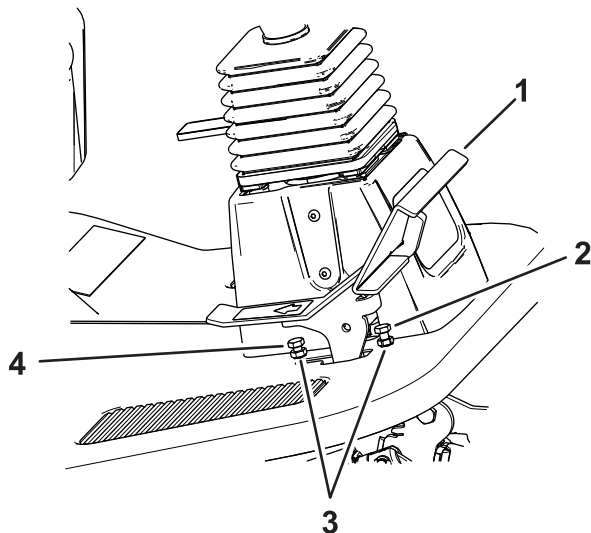

Figure 80
1. Poussez complètement la pédale de déplacement en avant (Figure 80).
- C. Ajustez l'écrou de blocage au dos du support jusqu'à ce que la butée de la pédale de déplacement touche la pédale (Figure 80).
- A. Avec une clé, bloquez la butée de marche avant de la pédale de déplacement et desserrez l'écrou de blocage au dos du support (Figure 80).
- B. Amenez la pédale de déplacement à la position voulue (Figure 80).